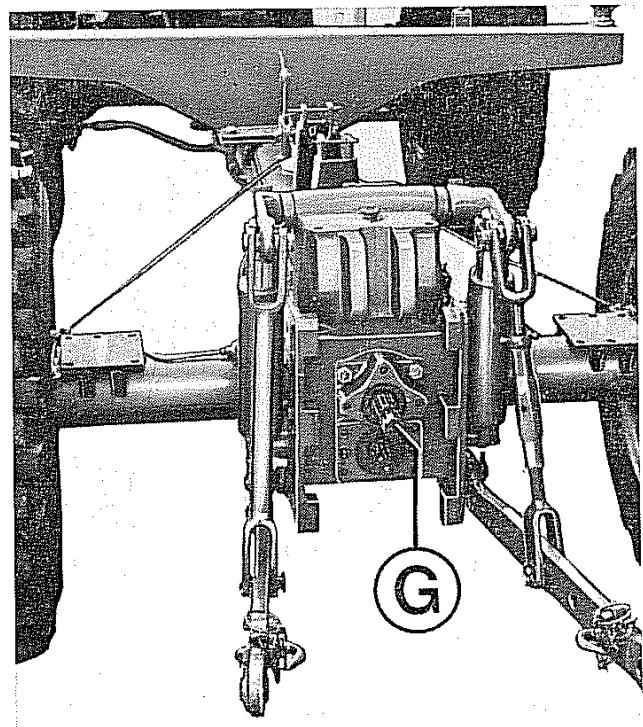

Fig. 38 - Applicazione sollevatore
- Presa di forza posteriore superiore (G fig. 38) unificata per trattori aente profilo ASAE 1 3/8" DIN 9611 A.